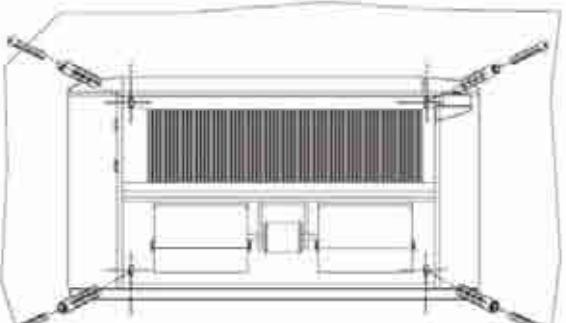

Рис. 5
- Для крепления вентиляторного доводчика к стене или потолку используются дюбели нужного размера, не входящие в комплект поставки (см. Рис. 5 и 6).